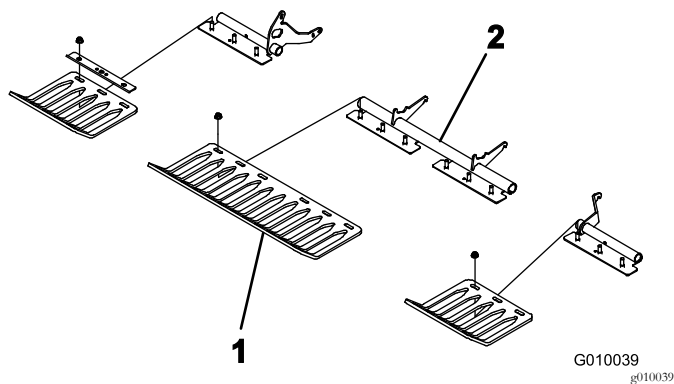

Figura 23
4. Instale provisionalmente los protectores de césped en los soportes de los protectores de césped con 4 abrazaderas y 12 tuercas con arandela prensada (Figura 23). No apriete los herrajes.
Nota: Las abrazaderas de los protectores de césped y las tuercas con arandela prensada se envían sujetos a los soportes de los protectores de césped (Figura 23).